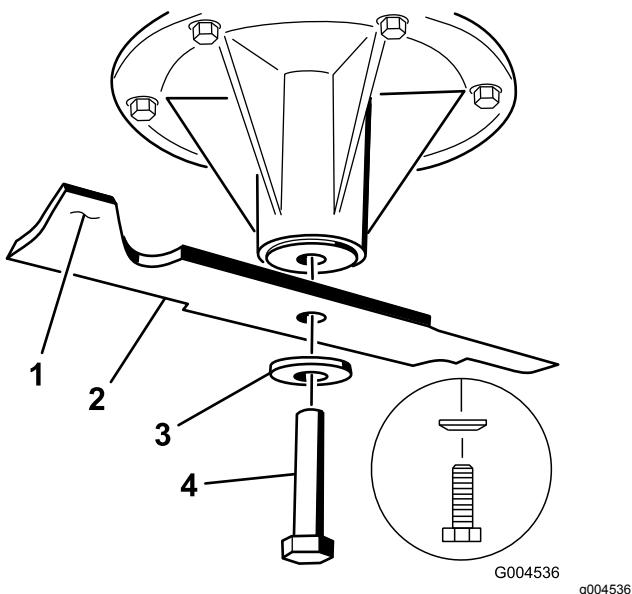

Bild 103
2. Nehmen Sie die Messerschraube, Wellenscheibe und das Messer von der Spindelwelle ab (Bild 103).